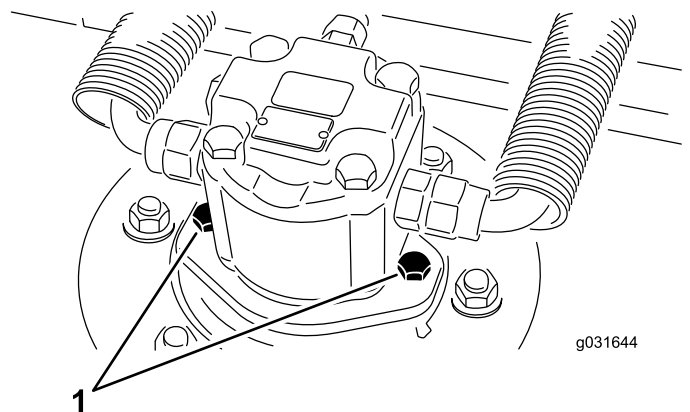

Bild 66
2. Entfernen Sie die Befestigungsschrauben des Hydraulikmotors, klemmen den Hydraulikmotor vom Mähwerk ab und entfernen ihn (Bild 66).
- Bringen Sie mithilfe der Befestigungsschrauben des Hydraulikmotors den Hydraulikmotor am Mähwerk an (Bild 66).